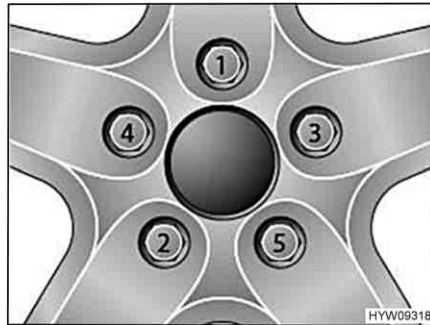

Fig. 243 Serraggio a croce di dadi delle ruote e bulloni delle ruote
- Serrare i dadi delle ruote o i bulloni delle ruote nell'ordine riportato in Fig. 243. A tale scopo, utilizzare una chiave dinamometrica e rispettare la coppia di serraggio indicata (vedi paragrafo 13.5.2).
- Controllare regolarmente il serraggio dei dadi o dei bulloni. Regolare il serraggio dei dadi delle ruote o dei bulloni delle ruote di una ruota sostituita dopo circa 50 km. A tale scopo, procedere seguendo l'ordine indicato in Fig. 243.
- Se si utilizzano cerchioni nuovi o riverniciati, regolare il serraggio dei bulloni o dei dadi dopo altri 1000 - 5000 km. A tale scopo, procedere seguendo l'ordine indicato in Fig. 243.
- ▷ Serrare a croce i dadi o i bulloni delle ruote (Fig. 243).